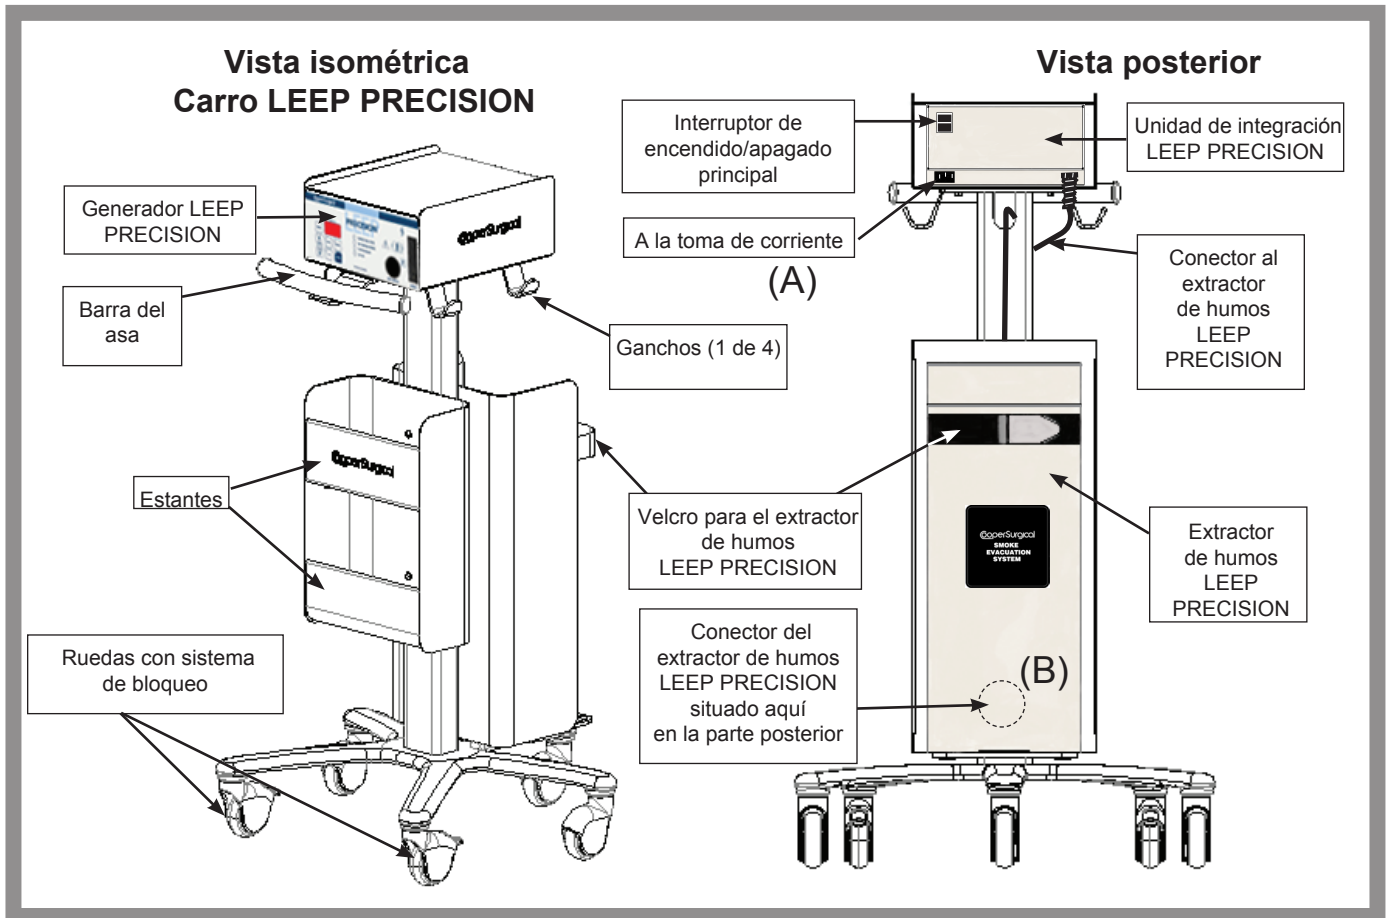

Figura 1
2. Enchufe el conector de la unidad de integración LEEP PRECISION (situado en la posición B de la figura 1) en la parte posterior del extractor de humos LEEP PRECISION.
Asegúrese de que el interruptor de encendido/apagado **12** del sistema integrado LEEP PRECISION, situado en la unidad de integración LEEP PRECISION, se encuentre en la posición de apagado ("O"). A continuación, conecte el cable de alimentación a la toma **13** de la unidad de integración LEEP PRECISION y, después, a una toma de corriente de uso hospitalario con toma de tierra para obtener corriente (consulte la posición A en la figura 1).